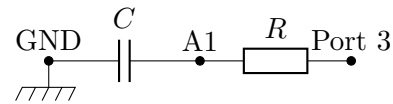

Figure 5 – Circuit RC à réaliser.
- Réaliser le circuit de la figure 5 avec $C = 10 \mu\text{F}$ et $R = 10 \text{k}\Omega$ sur la platine de prototypage.
- Relier le circuit RC à la sortie analogique/numérique de la broche n° 3 et à l'entrée analogique A1 conformément aux indications de la figure 5.